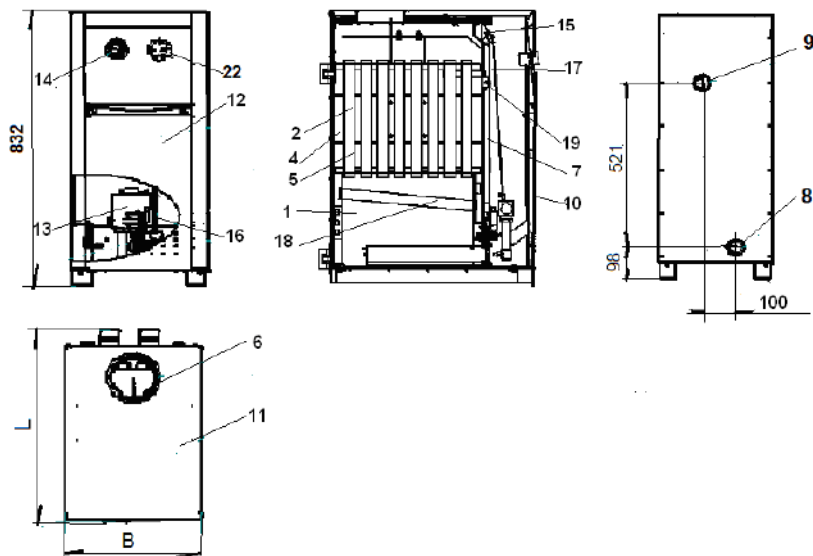

Рис.1 Котлы КС-Г -12S-N/16S-N/20S-N/24S-N
5.2.2 Котлы КС-Г ... N(рис.1, 2) состоят из прямоугольной топки **1** с дымогарными трубами **2**. Вокруг топки имеется водяная рубашка **4**. Дымогарные трубы **2**, выходящие из топки, проходят через водяную полость котла к дымоходу **6**. В дымогарных трубах **2** расположены турбулизаторы **5** для дополнительного отбора тепла и увеличения КПД.
Остальное см. рис.1.
На фронтальной щитке УГ имеется смотровое отверстие, закрываемое заслонкой, через которое осуществляется наблюдение за процессом горения. Автоматика безопасности: датчик тяги **15 рис.1** (на дымоходе котла) и термопара **4** предназначены для прекращения подачи газа к основной и к пилотной (запальной) горелке **2** при отсутствии тяги в дымоходе, при прекращении подачи газа или погасании пилотной (запальной) горелки.
1 – ручка управления; **2** – регулятор давления с помощью винта с колпачком; **3** – устройство настройки расхода газа запальной горелки; **4** – клапан запуска (включения); **22 (рис.1,2)** – термостат с термобаллоном (крепится на верхней панели котла)